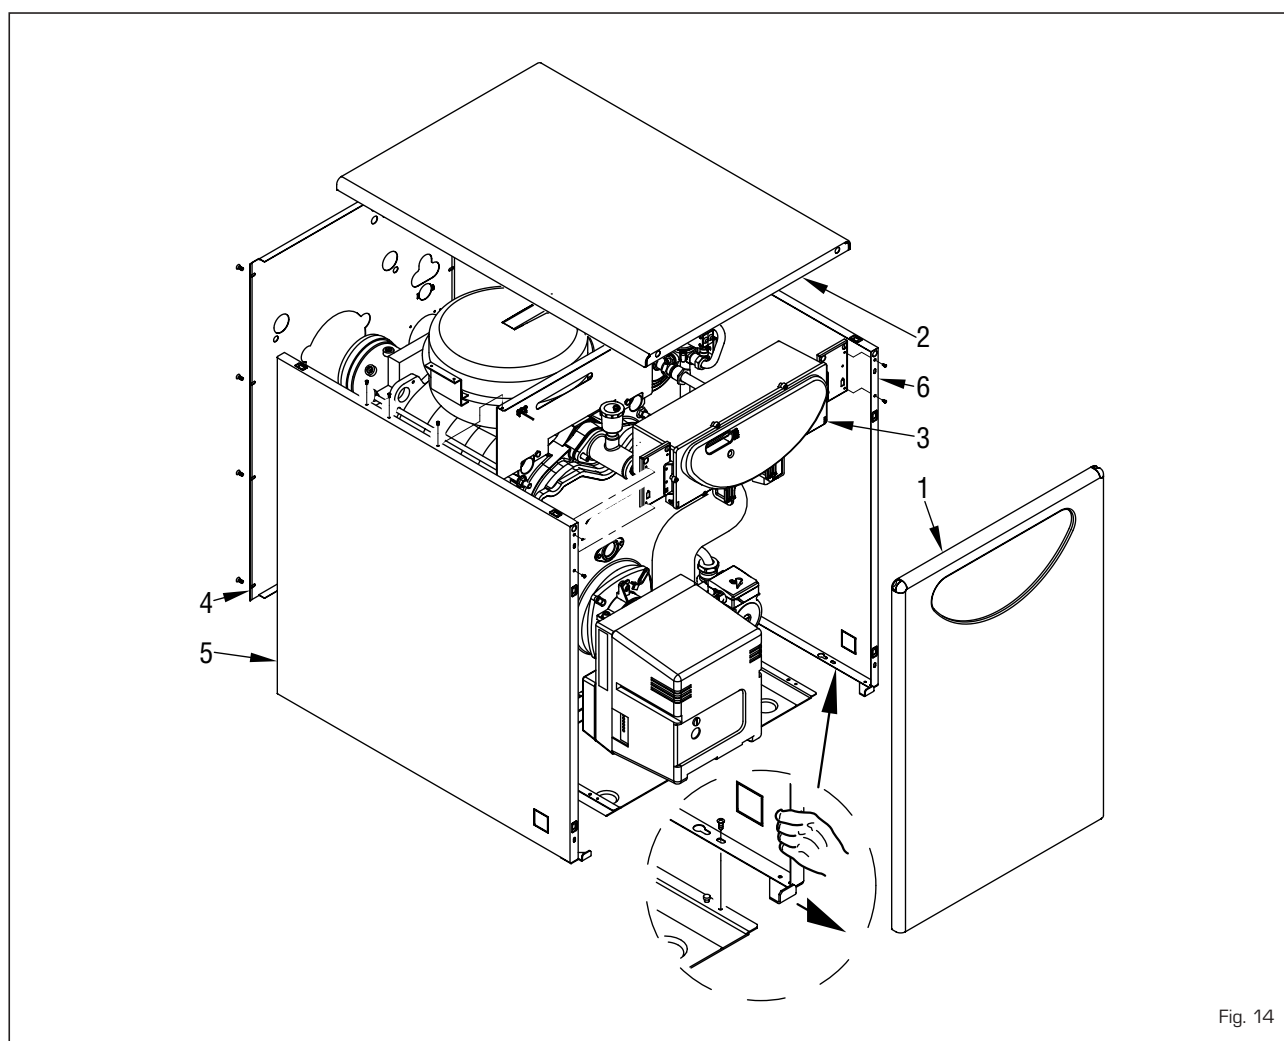

Fig. 14
4.4 SMONTAGGIO MANTELLO (fig. 14)
Per una facile manutenzione della caldaia è possibile smontare completamente il mantello seguendo la progressione numerica di fig. 14.